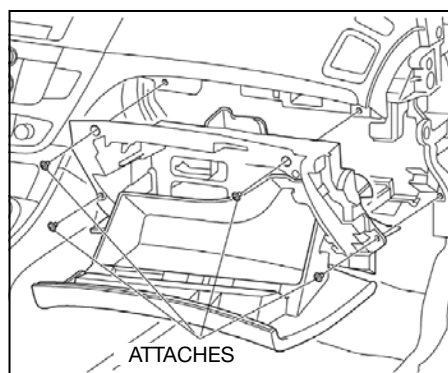

Fig. 22
2. Retirez les attaches de la boîte à gants puis retirez la boîte à gants (voir Fig. 22).